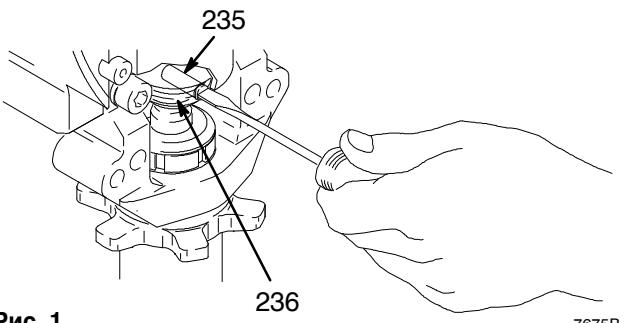
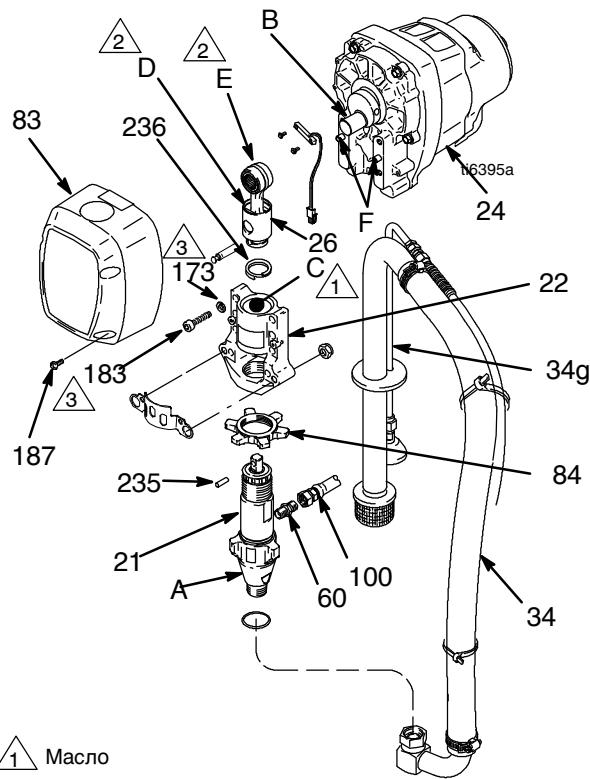

Рис. 1
Рис. 2 Здесь показана модель 248862
- Рис. 2. Отверните винты (187) и снимите переднюю крышку (83).
- Отвинтите от насоса трубку всасывания (34), придерживайте ключом впускной клапан (A) насоса, чтобы не ослабить крепление насоса.
- Отсоедините выходной шланг насоса (100) от выходного патрубка поршневого насоса (60).
- См. Рис. 1. С помощью отвертки сдвиньте вверх стопорную шайбу (236) в верхней части насоса. Вытолкните шпильку (235).
- См. Рис. 2. Ослабьте контргайку (84). Отвинтите и снимите поршневой насос (21).
- Удалите четыре винта (183) с пружинными шайбами (173) из корпуса подшипника (22).
- Вытяните шатун (26) и слегка постучите по нижней задней части корпуса подшипника (22) пластмассовым молотком, чтобы отделить его от корпуса привода (24). Извлеките корпус подшипника и узел шатуна (26) из корпуса привода.
- Осмотрите кривошип (B), чтобы выявить чрезмерный износ; при необходимости замените детали.
- Установите винты (183) с пружинными шайбами (173) в корпус подшипника. Равномерно затяните их в соответствии с примечанием 3 к Рис. 2.